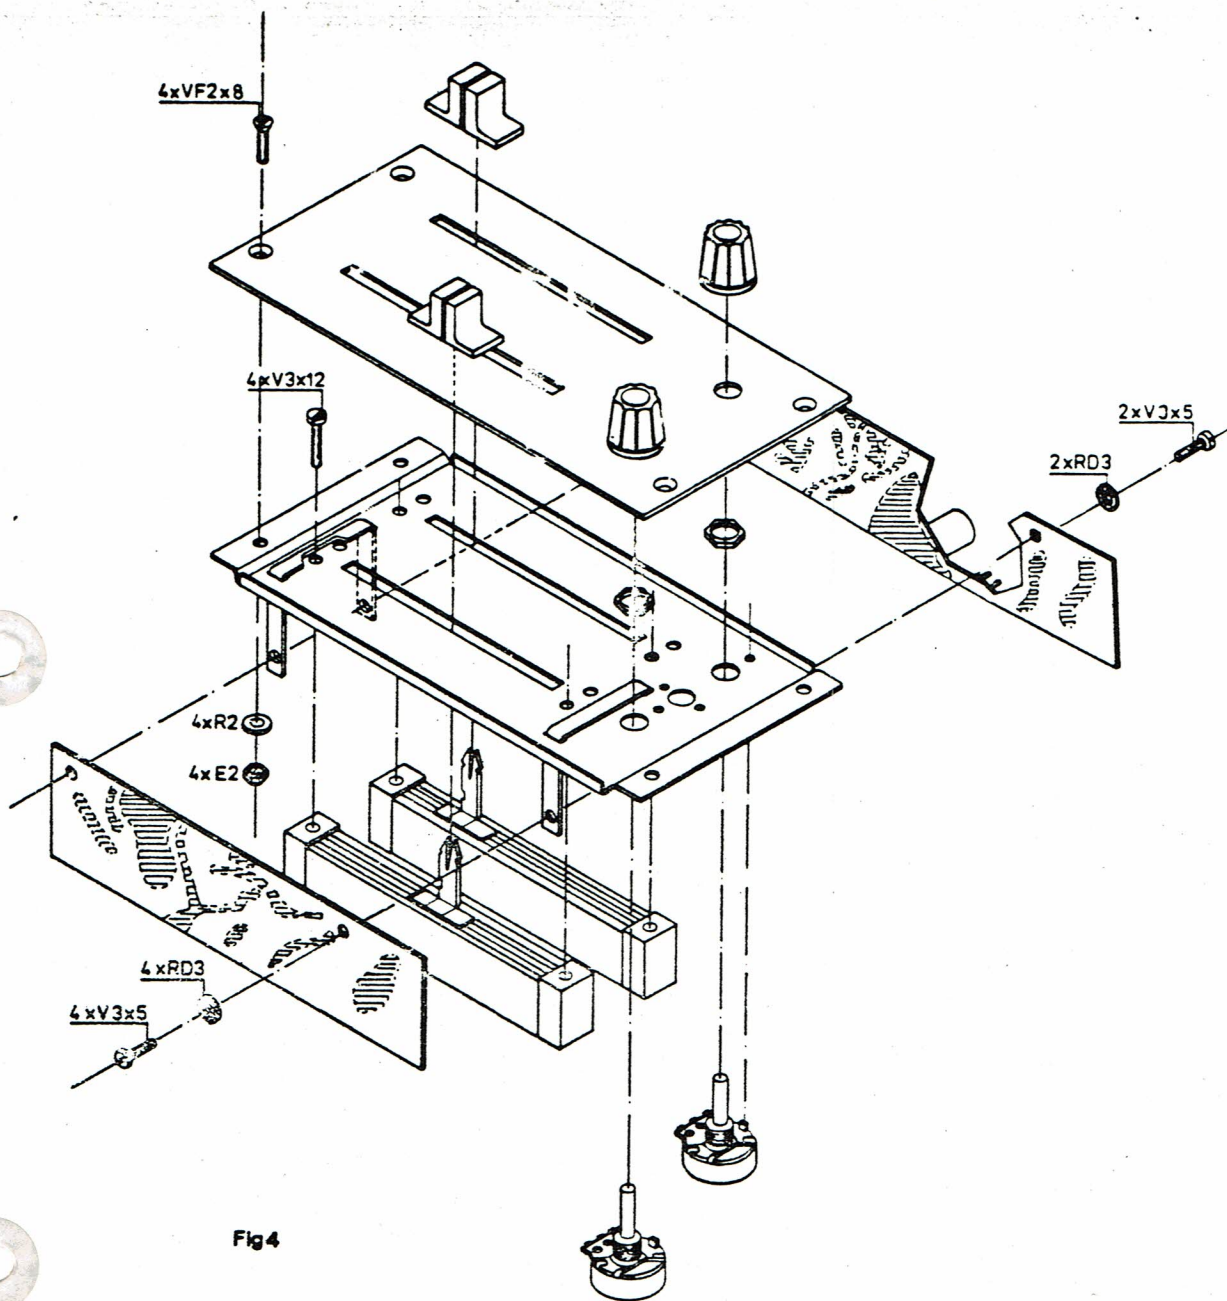

Fig 4
7. Fixez les deux potentiomètres à glissière sur le châssis métallique en vous aidant de la fig. 4 et de la fig. 5 quant au positionnement des cosses. Repliez vers le bas les cosses latérales de masse.